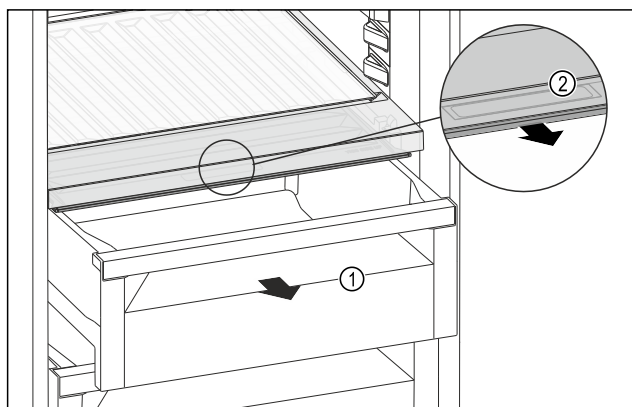

Fig. 118
- ▶ Zásuvku Fig. 118 (1) vytáhněte.
- ▶ Uchopte prohlubeň pro rukojeť Fig. 118 (2) na víku zásuvky a současně zatáhněte za víko zásuvky směrem dopředu.